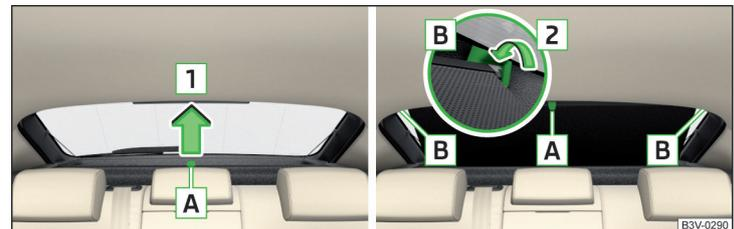

Abb. 73 Sonnenschutzrollo
- Zum **Abblenden** das Rollo am Griff **A** in Pfeilrichtung **1** herausziehen und in die magnetischen Halter **B** in Pfeilrichtung **2** einhängen » Abb. 73.